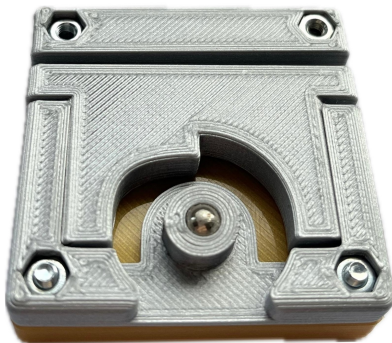

Abb. 9: Stopper auf Würfelboden
- (6) Legen Sie den Stopper auf den Würfelboden (Abbildung 9).